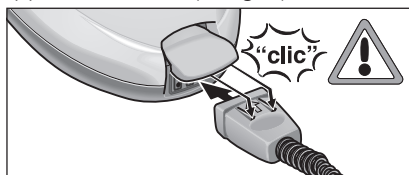

Fig. 1: Sette inn firkantpluggen
- Sett firkantpluggen (C6) inn i apparatkontakten (A1). De to nesene må gå i hakk på dekelet til apparatkontakten (se fig. 1).